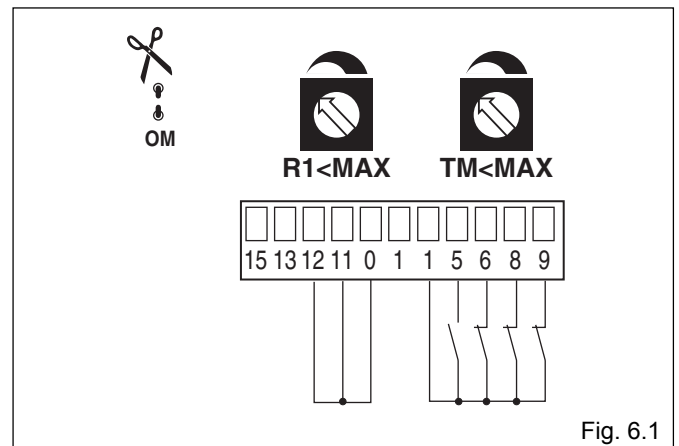

Fig. 6.1
- (Fig. 6.1) **Het paneel stopt op de**